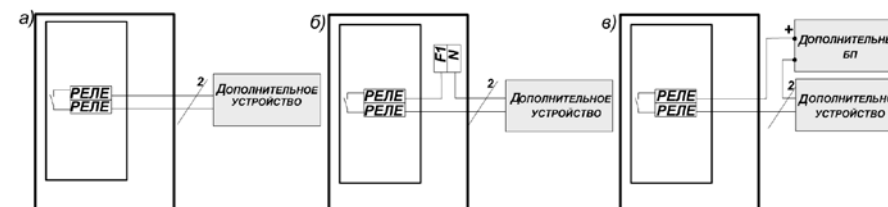

Рис.1
2.2.4 Подключить светозвуковой оповещатель к клеммам «РЕЛЕ1» на плате «ТТ901», соблюдая полярность при подключении. Варианты подключения вспомогательных устройств смотри на Рис.1.